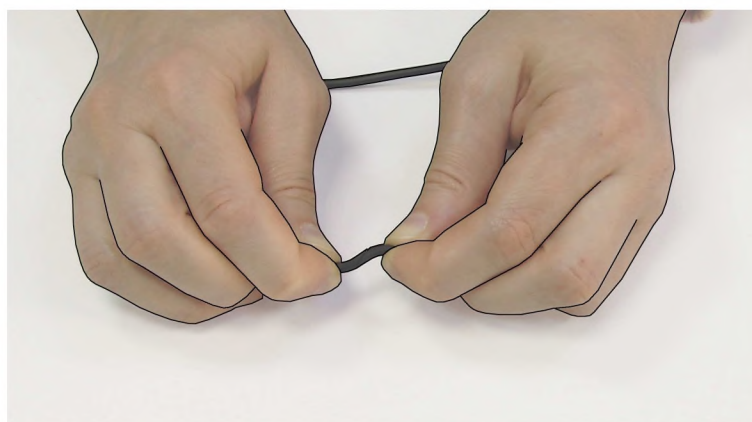

Рис. 20. Склеивание приводного ремня
3. Изготовление нового приводного ремня. Нанесите на один из срезов и размажьте по его плоскости небольшую каплю клея. Дайте клею просохнуть в течение 10–15 минут. Наложите срезы друг на друга и, крепко сжав их руками между собой, выдержите под давлением место склея в течение примерно 30 с (рис. 20). Конечно, прежде чем клеить приводной ремень, нужно потренироваться на обрезках резинового шнура.